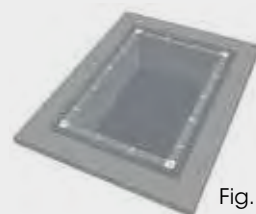

Fig. 2
- 2 En todo el perímetro, y a partir de las piezas de las esquinas, se trazan marcas cada metro lineal. Fig. 2
- 2 Draw marks every linear metre around the whole perimeter, using the corner pieces as a starting point. Fig. 2
- 2 Tracez des marques tous les mètres linéaires à partir des pièces des angles sur tout le périmètre. Fig. 2